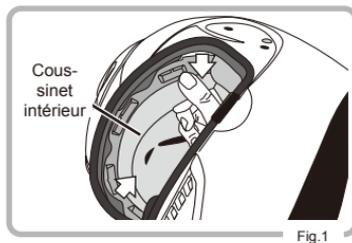

Fig.1
- 1 Tenez le casque comme montré sur la Fig.1 et ensuite, retirez la triplure dans la zone temporale, à gauche et à droite, séparément.
- ① Insérez le crochet d'articulation au centre du coussinet intérieur, dans la fente de fixation, sur le casque, comme montré sur la Fig.1 Δ est la ligne directrice pour la fixation.
- 1 Référez-vous à la Fig.1 et contrôlez les faces avant et arrière de l'obturateur de vent.